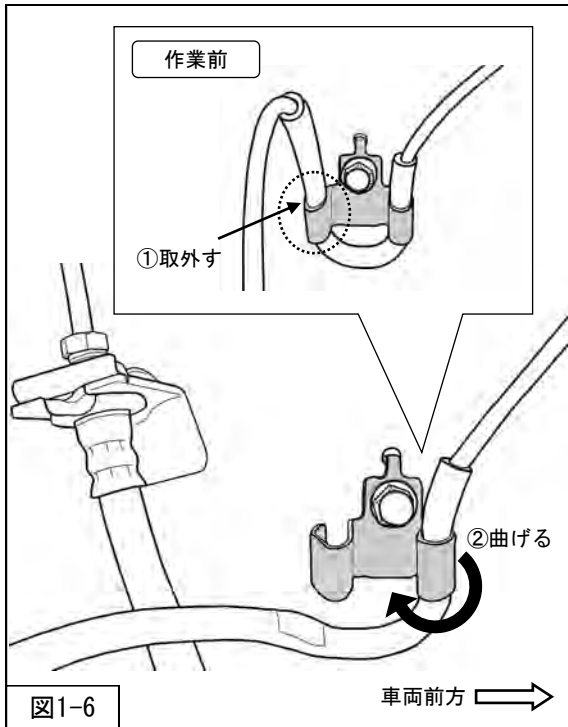

図1-6
をステアから取外してください。(図1-6・①)
(図1-6・②)